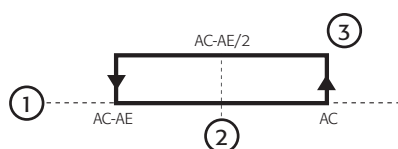

Fig. 4.I
- indica il superamento del limite tra Ac e AE (derivato dal calcolo: $Ac-AE/2$, vedi Fig. 4.I);
- indica il superamento del set point di temperatura Ac (vedi Fig. 4.I);